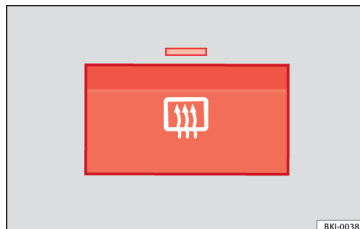

Abb. 148 Bei den Bedienelemente der Klimaanlage: Schalter für Heckscheibenheizung.
- Drücken Sie den Schalter für die Spiegelheizung  » » » **Abb. 148**